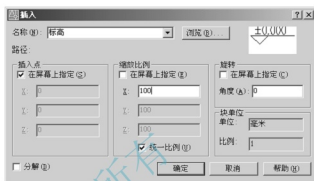

图 3.104 插入“标高”图块对话框
(1) 单击【绘图】工具栏上的【插入块】图标或在命令行输入“I”后按 Enter 键, 打开【插入】对话框。
(2) 在【插入】对话框中的【名称】下拉列表中选择“标高”图块。对话框中的其他设置如图 3.104 所示, 单击【确定】按钮。
因为《房屋建筑制图统一标准》内规定的尺寸绘制标高符号, 所以插入“标高”图块时, 应在如图 3.104 所示的【插入】对话框中等比例地设定 X 和 Y 的缩放比例, 如果将其插入 1 : 100 的图中, 缩放比例为 100, 即将标高符号放大 100 倍; 如果是插入 1 : 200 的图中, 缩放比例为 200, 即将标高符号放大 200 倍; 如果是插入 1 : 50 的图中, 缩放比例为 50, 即将标高符号放大 50 倍。